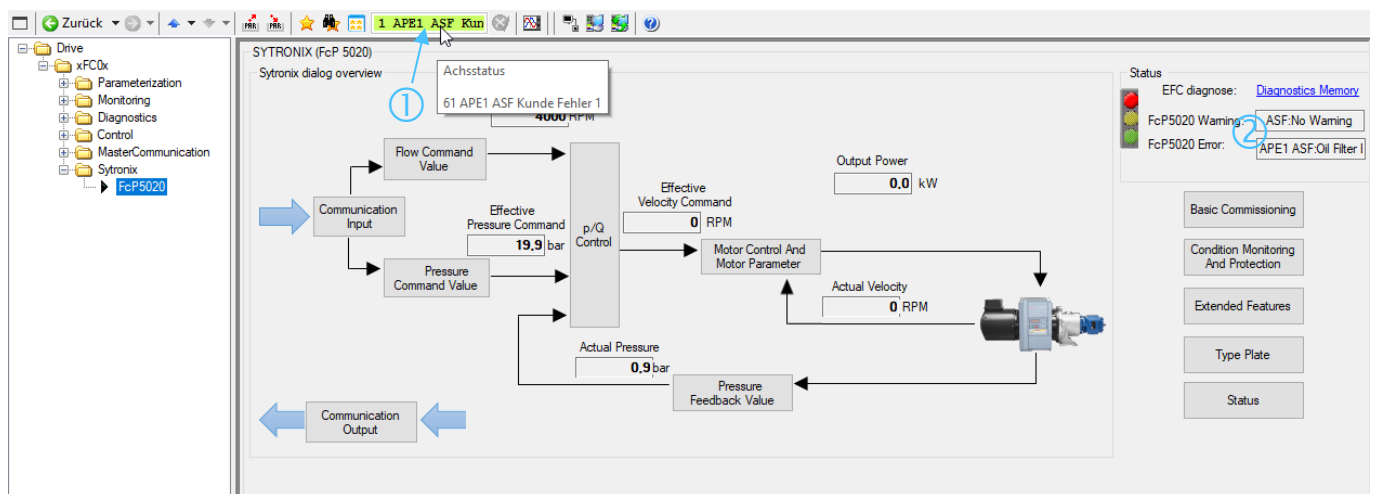

Abb. 69: Diagnose
2. Überprüfen Sie die Diagnosemeldungen (siehe Abb. 69: Diagnose):
- Achsstatus (Umrichterstatus) ①
- FcP 5020 (ASF) Status ②